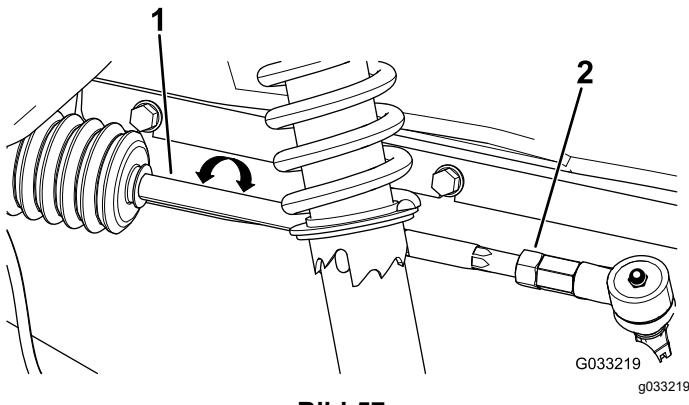

Bild 57
2. Wenn der Wert nicht zwischen 0-6 mm liegt, lösen Sie die Klemmmuttern am äußereren Ende der Spurstangen (**Bild 57**).